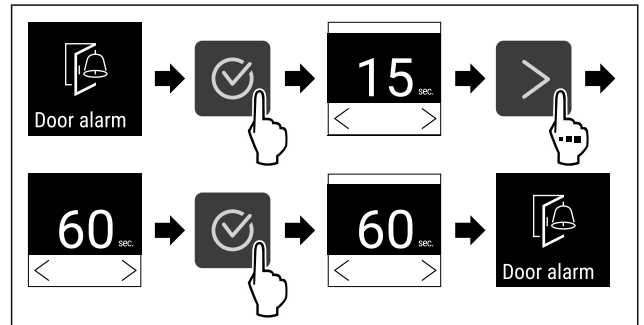

Fig. 96
- ▶ Kryeni hapat e veprimit (shihni Fig. 96) .